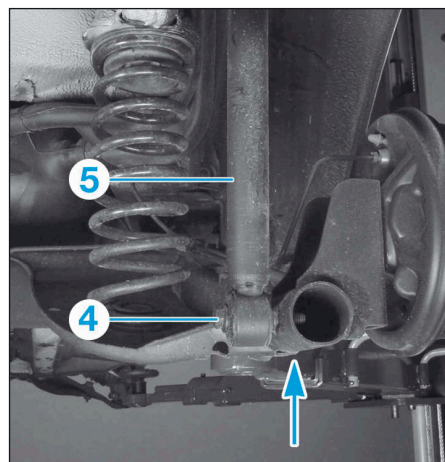

FIG.29
- Déposer la vis inférieure d'amortisseur (4) puis l'amortisseur (5) (Fig.29).